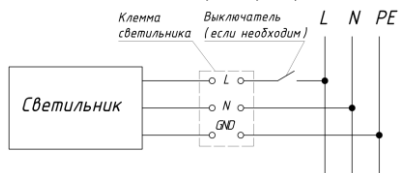

Рисунок 5 – Схема подключения светильника.
- Подключите питание светильника при помощи клеммы, обеспечивающей надежное электрическое соединение. Кабель светильника заранее выведен из корпуса через кабельный уплотнитель. При этом необходимо соблюдать полярность соединения проводов: коричневый — фазный проводник, синий — нейтральный проводник, зеленый/желтый — защитный проводник («земля»). Убедитесь в правильности и надежности соединения. Провода не должны быть в натяжении. Установите светильник Geniled на монтируемое место (Рисунок 5). Следите за тем, чтобы кабель не оказался зажат между элементами конструкции потолка и светильника. Убедитесь, что светильник надежно закреплен на потолке.